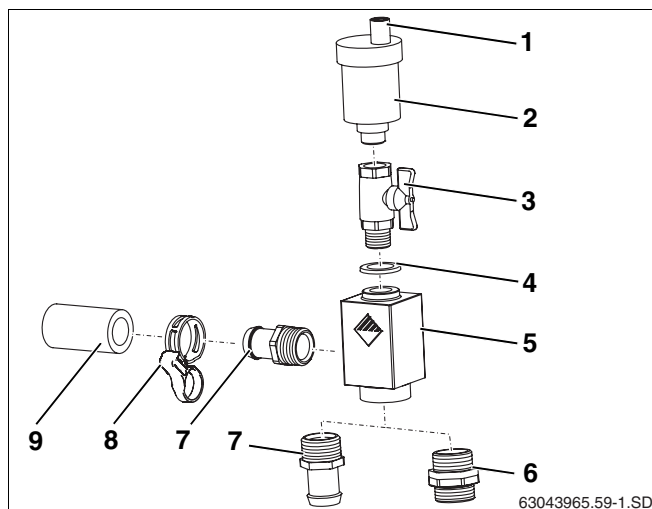

Fig. 59 Kit universale per disaeratori
Tramite l'apertura della vite di chiusura viene disaerato l'impianto solare. Affinché non possa penetrare umidità nell'impianto solare attraverso la vite di chiusura aperta, durante il funzionamento il cappuccio di protezione (fig. 59, **pos. 1**) deve essere sempre posto sopra la vite di chiusura.
Volume di fornitura del kit universale per disaeratori (fig. 59):